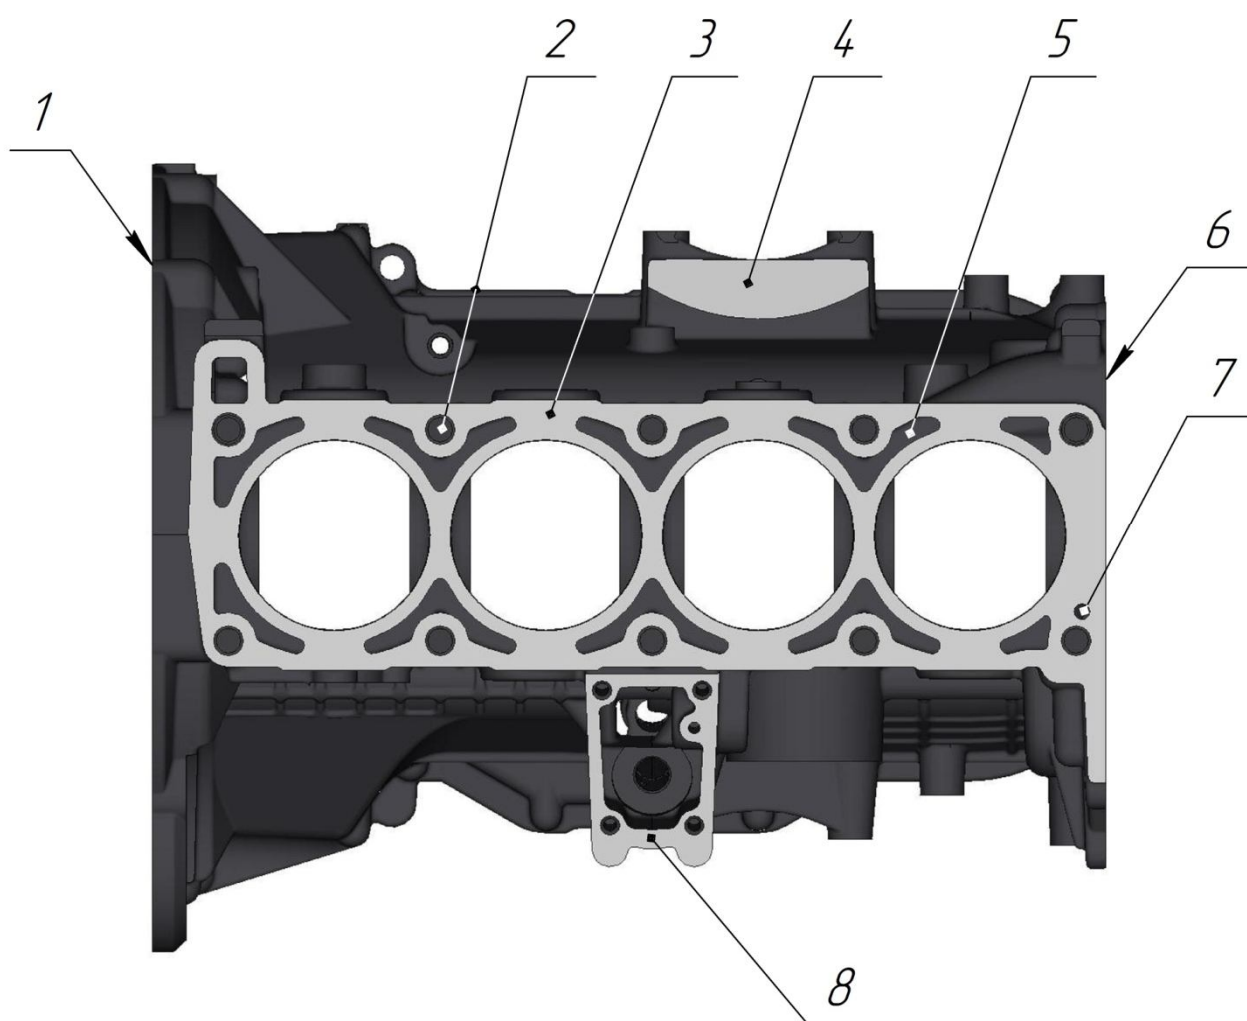
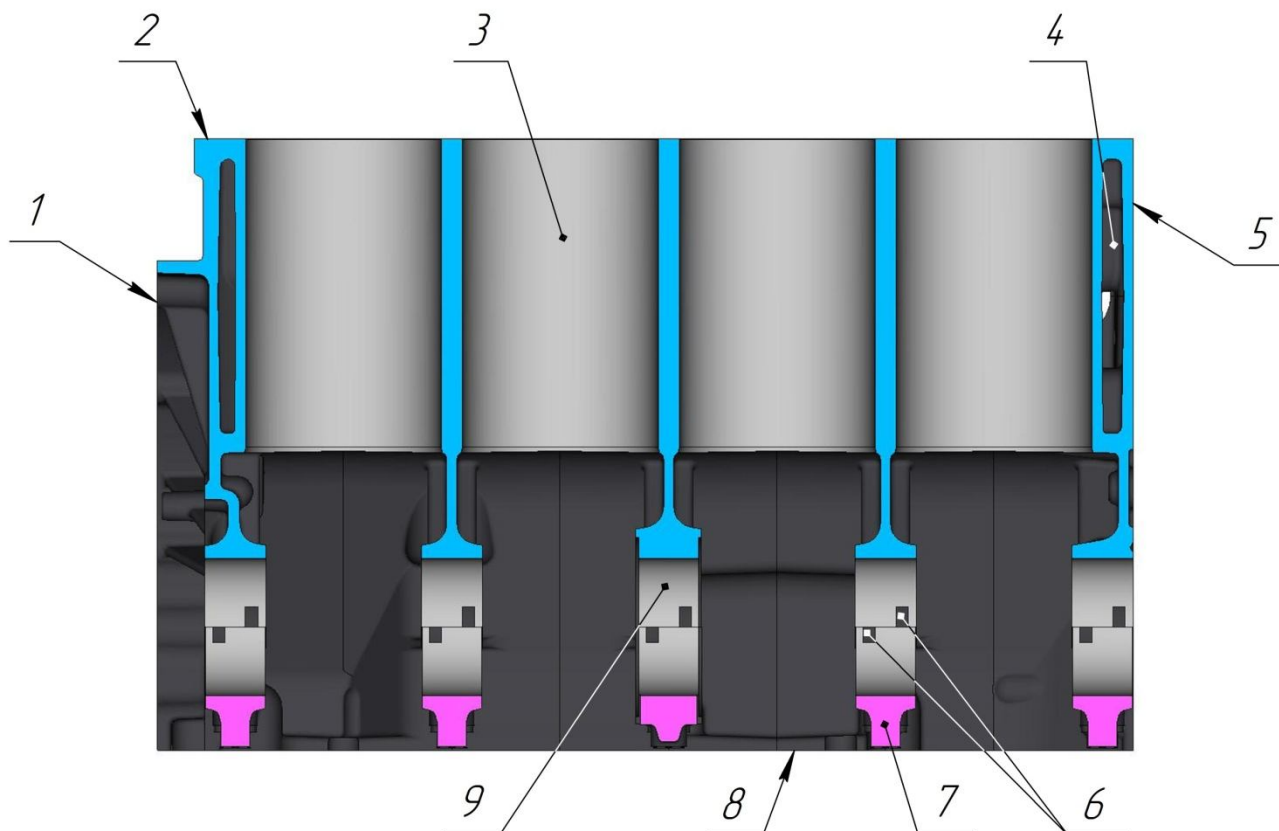

Рис.12. Блок цилиндров. Вид сверху:
Рис.14. Блок цилиндров. Продольный разрез по оси цилиндров:
**Блок цилиндров** (рис.12,13,14). Блок цилиндров отлит из серого чугуна, выполнен в виде моноблока с картерной частью, опущенной ниже оси коленчатого вала. В нижней части блока расположены пять гнезд коренных подшипников 9 (рис.14). Крышки коренных подшипников 7, изготавливаемые из высокопрочного чугуна, обрабатываются в сборе с блоком цилиндров и поэтому они не взаимозаменяемы. На нижней плоскости 1, 2 и 4-ой крышек выбиты их порядковые номера для правильной установки. При установке крышек замочные пазы 6 под вкладыши в блоке цилиндров и в крышках следует располагать с одной стороны.